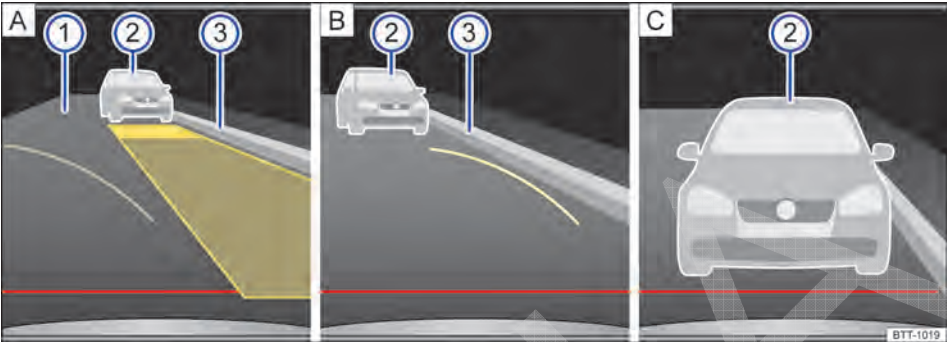

Fig. 185 Exibição do display do rádio ou do sistema de navegação: câmera de marcha a ré, modo 2.
Legenda para a representação esquemática Fig. 185:
6.	Se necessário, corrigir a posição o veículo, de modo que a superfície de auxílio amarela exibida coincida com a limitação lateral ③ da vaga selecionada (por exemplo, meio-fio) e termine antes de uma limitação traseira ②, por exemplo, um veículo estacionado ⇒ Fig. 185 A.
9.	Para o veículo quando a guia amarela curva encostar na limitação lateral ③ da vaga de estacionamento desejada B e girar o volante até o batente no sentido oposto.
10.	Continuar lentamente em marcha a ré até o veículo estar paralelo à pista ① na vaga de estacionamento.
11.	Parar o veículo o mais tardar ao atingir a guia vermelha horizontal de limitação traseira, por exemplo, veículo estacionado ② C.